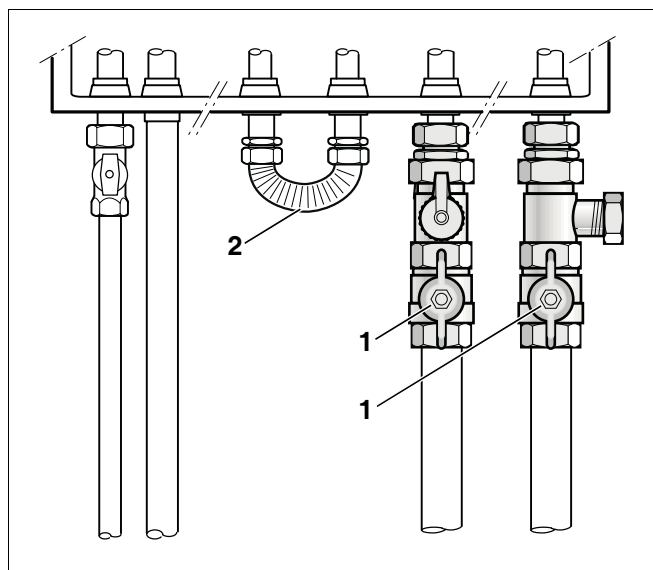

Abb. 13 Wartungshähne
- Stellen Sie sicher, dass die Wartungshähne (Abb. 13, **Pos. 1**) geöffnet sind (parallel zur Rohrleitung).